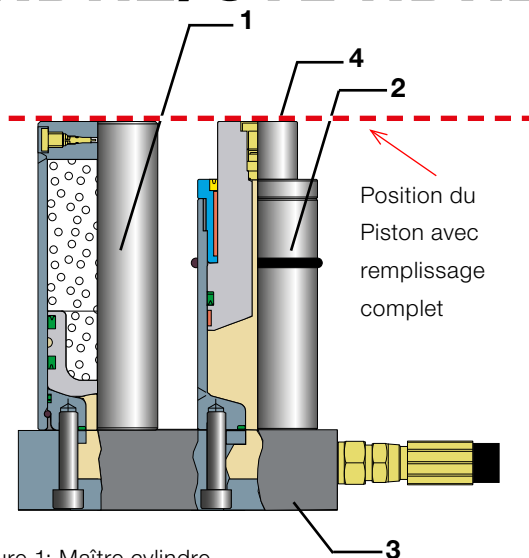

Figure 1: Maître cylindre
3.1 Maître cylindre (2018.20.) (fig. 1)
Le maître cylindre (fig. 1) comprend un accumulateur hydraulique de pression (1), un vérin d'entraînement (2) et une plaque d'adaptation (3). L'accumulateur hydraulique de pression permet le réglage de la force du cylindre récepteur, et empêche une surpression dans le système. Une fois atteinte la position de fin de course du cylindre récepteur, l'huile en excédent est refoulée dans l'accumulateur hydraulique de Pression (surcourse).
Si le système est complètement rempli d'huile, le piston du vérin de travail se trouve à la même hauteur que l'accumulateur hydraulique de Pression (voir Figure 1).